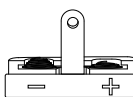
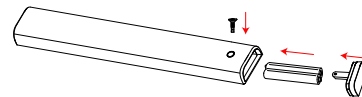

Figure 1
Figure 2
3. Legen Sie bitte nun die Batterien wie in der Abbildung beschrieben in das Batteriefach ein (Figure 2) und beachten dabei die negative und positive Markierung (Figure 1). Montieren Sie bitte nun den Batteriefachdeckel wieder an und ziehen die Schraube vorsichtig mit dem Inbuswerkzeug an. Überprüfen Sie bitte anschließend die Funktionsweise.